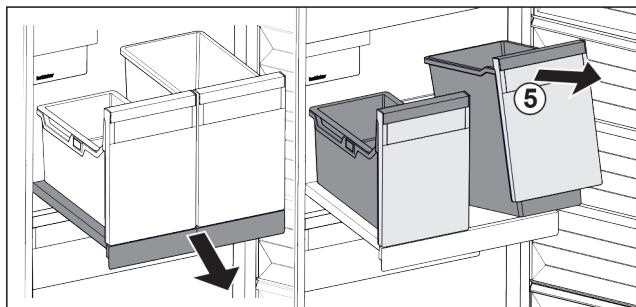

Fig. 194
- Ngrijeni kutinë Fig. 194 (5) lart përpara.